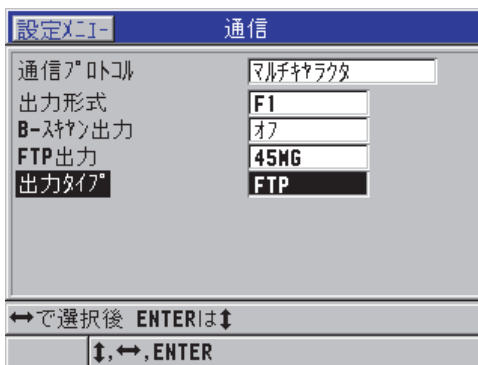

図 8-3 通信画面
2. 通信画面で、以下の操作を行います (151 ページの図 8-3 を参照)。